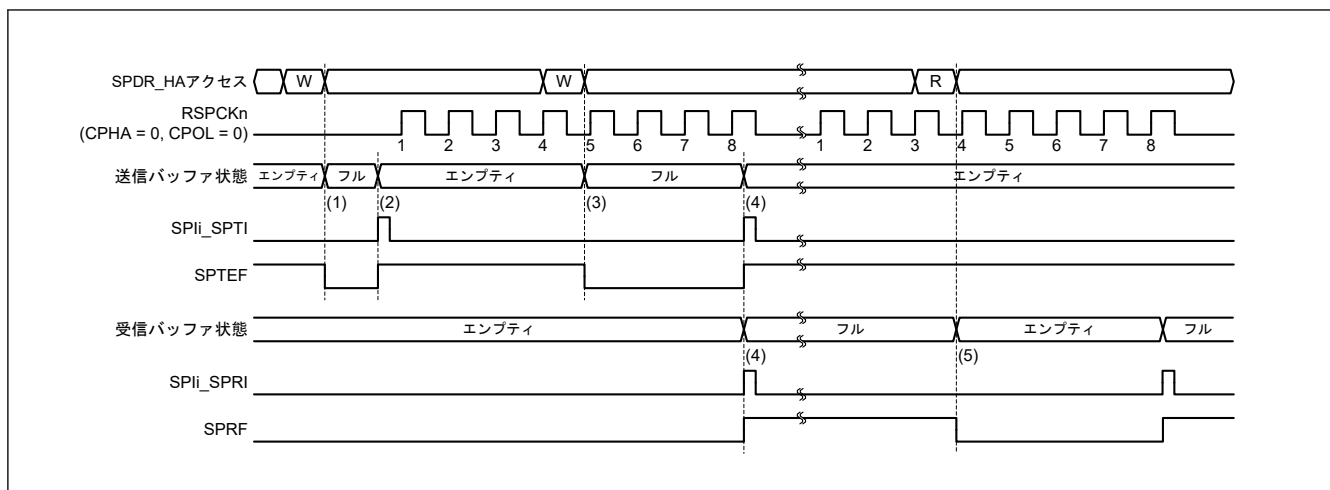
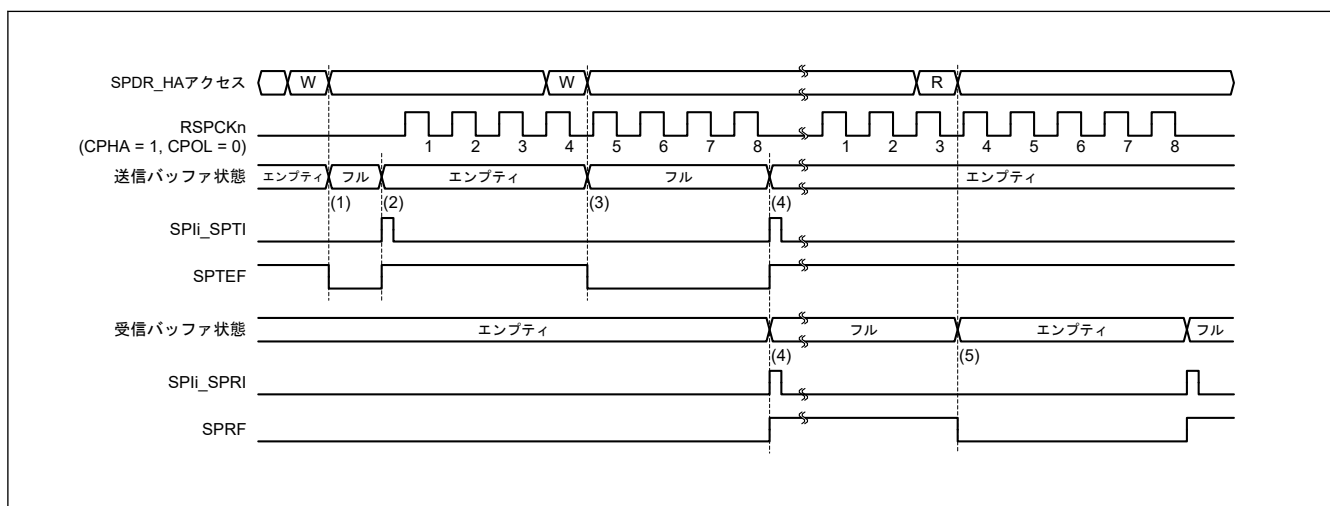

図 30.29 SPIi_SPTI および SPIi_SPRI 割り込みの動作例 (CPHA = 0 かつ CPOL = 0、マスタモード)
図 30.30 SPIi_SPTI および SPIi_SPRI 割り込みの動作例 (CPHA = 1 かつ CPOL = 0、マスタモード)
図 30.29 および図 30.30 に、送信バッファエンプティ割り込み (SPII_SPTI) と受信バッファフル割り込み (SPII_SPRI) の動作例を示します。これらの図に示された SPDR_HA レジスタアクセスは、レジスタへのアクセス条件を示しています。W は書き込みサイクル、R は読み出しサイクルを示しています。図 30.29 では、SPCR.TXMD ビットが 0、SPDCR.SPFC[1:0] ビットが 00b、SPCMDm.CPHA ビットが 0、SPCMDm.CPOL ビットが 0 の設定で、SPI が 8 ビットのシリアル転送を実行しています。図 30.30 では、SPCR.TXMD ビットが 0、SPDCR.SPFC[1:0] ビットが 00b、SPCMDm.CPHA ビットが 1、SPCMDm.CPOL ビットが 0 の設定で、SPI が 8 ビットのシリアル転送を実行しています。RSPCK_n 波形の下に記載した数字は RSPCK サイクル数 (= 転送ビット数) を示しています。
以下に、図 30.29 および 図 30.30 の (1)~(5) に示したタイミングでの SPI の動作を説明します。